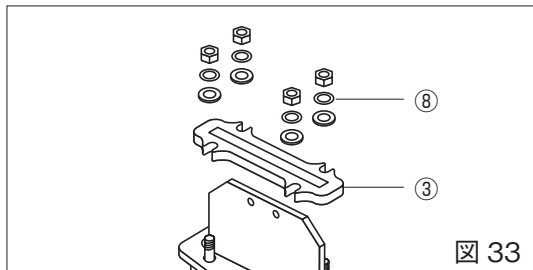

図 33
4. グランドの取り外し: ボルト・ナット⑧を外し、グランド③を取り外します。(図 33)